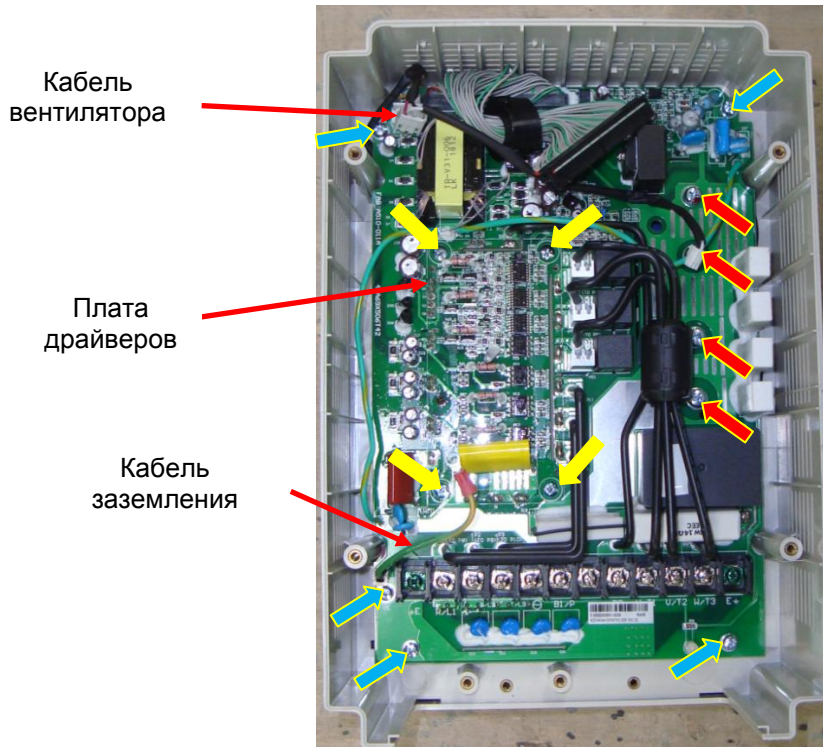

Рис. 6.10
**6.4.5.** Отсоединить разъем кабеля вентилятора (рис. 6.10).
**6.4.6.** Выкрутить четыре винта подключения электролитических конденсаторов (красные стрелки, рис. 6.10).
**6.4.7.** Выкрутить четыре винта крепления матрицы IGBT к радиатору (желтые стрелки, рис. 6.10).
**6.4.8.** Выкрутить пять винтов крепления платы драйверов (синие стрелки, рис. 6.10).